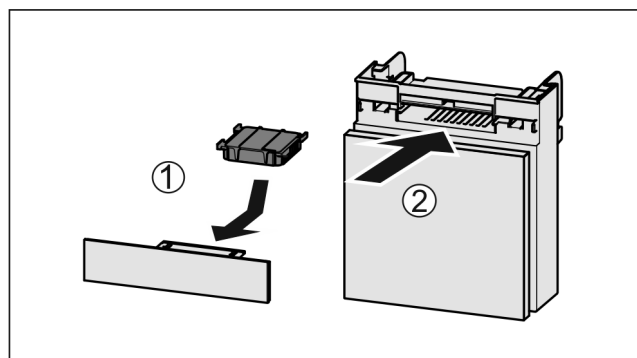

Fig. 193
- Aktivkohlefilter nach Abbildung einsetzen Fig. 193 (1).
- Fach einschieben Fig. 193 (2).